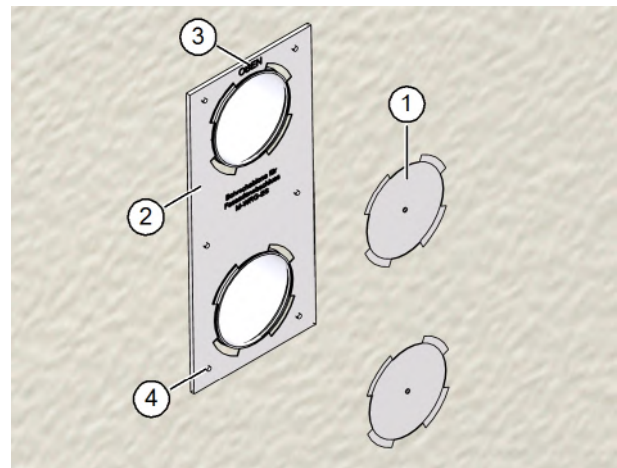

Abb. 8: Bohrungen anbringen
- ▶ Drücken Sie die vorgestanzten Ausschnitte (Pos. 1 in Abb. 8) für die Lüftungsrohre aus der Bohrschablone (Pos. 2 in Abb. 8).
- ▶ Setzen Sie die Bohrschablone (Pos. 2 in Abb. 8) lagerichtig auf die Lüftungsrohre und bündig zur Fassade auf.
Beachten Sie den Aufdruck „OBEN“ (Pos. 3 in Abb. 8) auf der Bohrschablone.
- ▶ Bohren Sie mit dem 6 mm Steinbohrer sechs Löcher mit ca. 40 mm Tiefe an den in der Bohrschablone gekennzeichneten Stellen (Pos. 4 in Abb. 8) in die Außenwand.